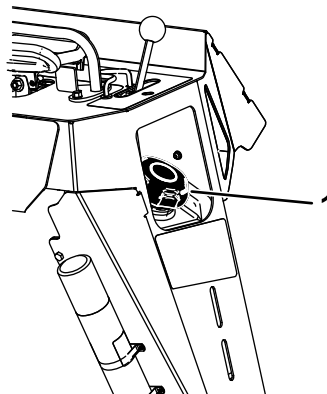

Figura 18
3. Limpie la zona alrededor del tapón del depósito de combustible y retire el tapón (Figura 18).